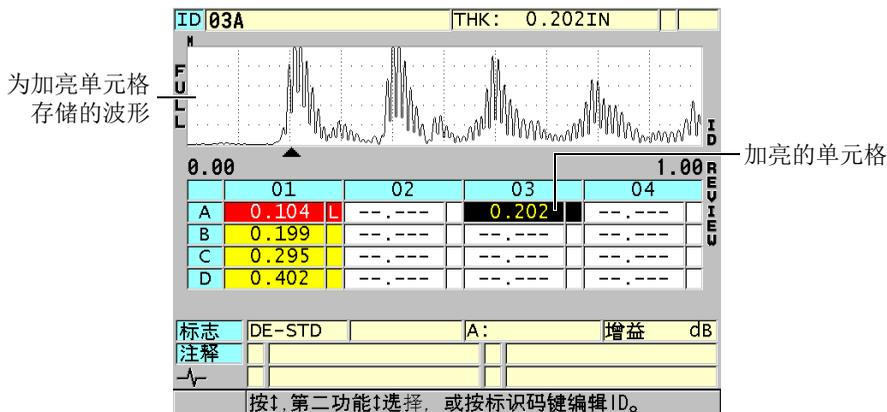

图 10-13 ID 查看屏幕中被加亮显示的 DB 栅格单元格
3. 在 ID 查看屏幕中（参见第 152 页的图 10-13）：